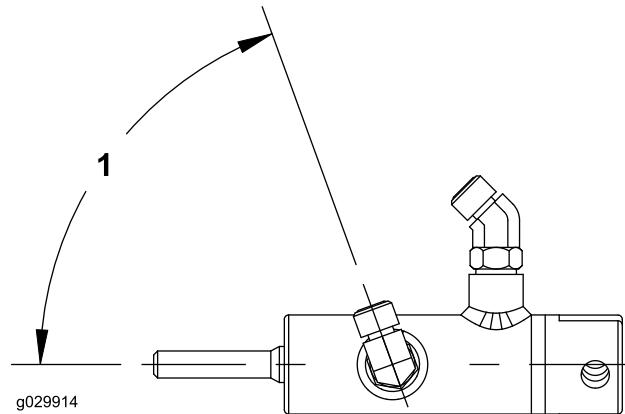

Figure 4
6. Tournez l'extrémité ouverte du raccord à 70 degrés, comme montré à la Figure 4.